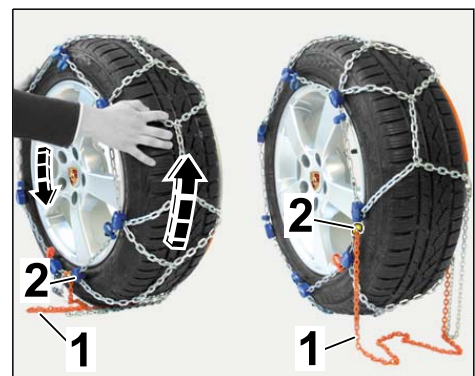

Bild 7
- 2.2.1 Radumfang ca. 1/4 vor oder zurück fahren (⇒ *Bild 7-Pfeile-*).